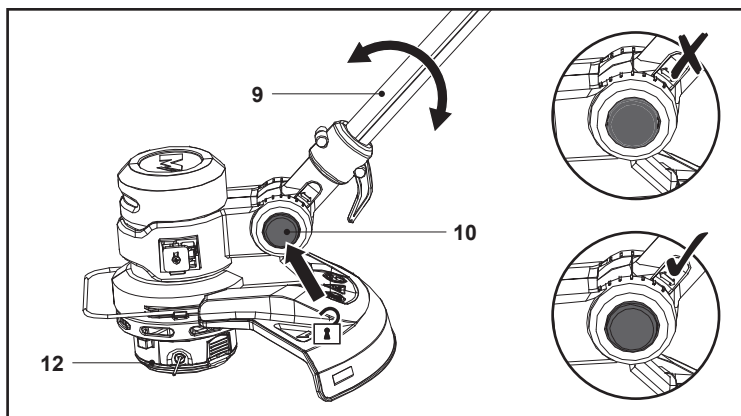

Fig. 11
1. Apasă butonul de deblocare (10) și ține-l apăsat.
2. Mișcă tija inferioară (9) puțin în sus sau în jos (fig. 11).
3. Eliberează butonul de deblocare (10) și continuă să miști tija (9) până când se blochează în poziție.